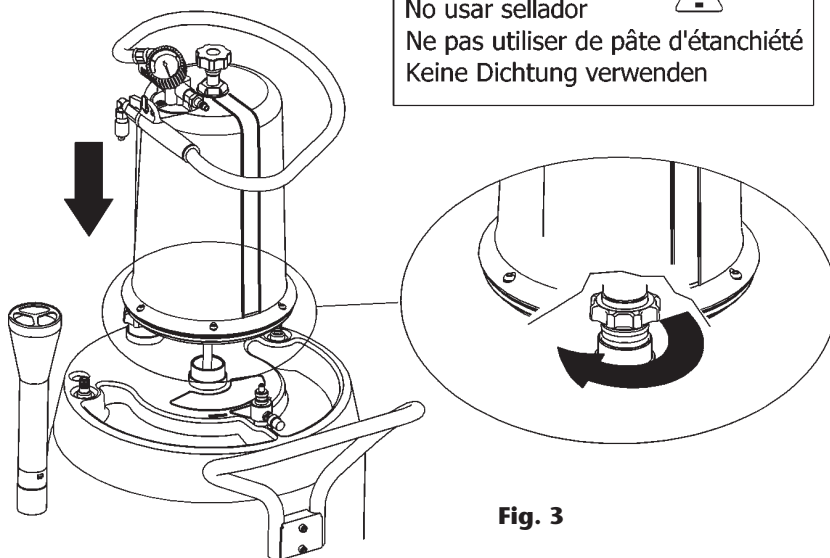

Fig. 3
3. Mount the inspection chamber, tightening it well with the flange. Orientate the chamber as in figure 3.
3. Monter le bol de pré-vidange à l'aide de la bride. Tourner le viseur comme il est indiqué sur la fig. 3.